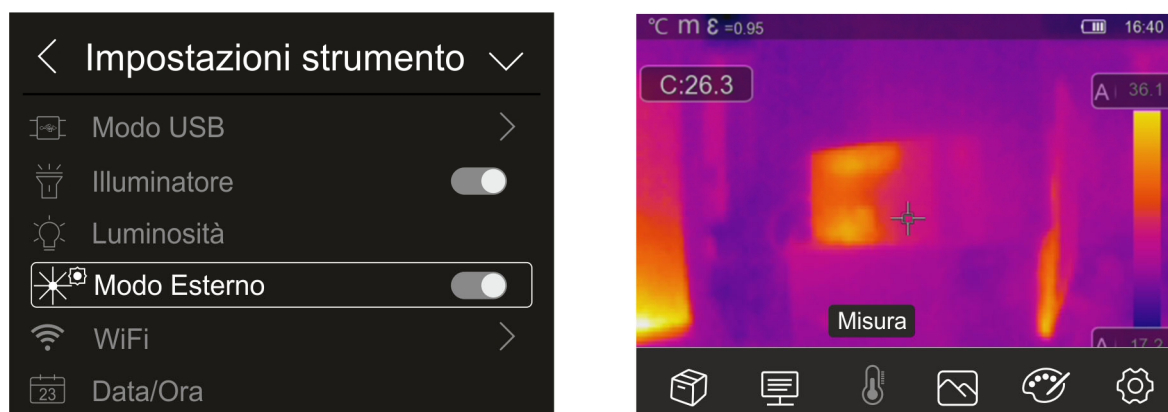

Fig. 16: Attivazione visualizzazione modo esterno
1. Toccare la voce “Modo Esterno” per selezionare/delezionare la visualizzazione delle icone presenti nella barra inferiore del display con colori invertiti in modo da migliorare la visibilità in ambiente esterno. La videata di Fig. 16 – parte destra è mostrata